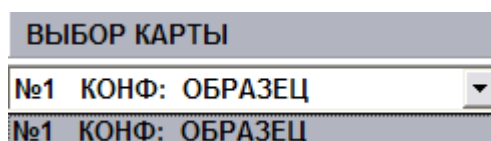

Рисунок 44
- «ВЫБОР КАРТЫ» - список принятых карт (рисунок 44). При нажатии на строку открывается список принятых карт для выбора карты для отображения.